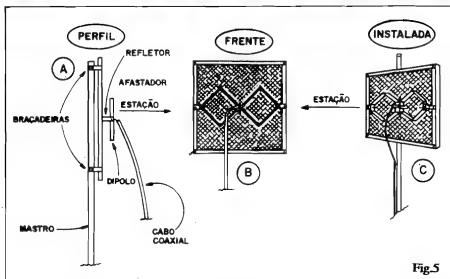

Fig. 5
- **FIG. 5** - Visualizações diversas da antena já montada. Em 5-A temos um **perfil** do conjunto (já inclusive, com o mastro de sustentação fixado às respectivas braseadeiras...). Observar a direção de captação da antena (seta "estação"). Em 5-B temos uma vista frontal da antena já formada, notando-se claramente a "centragem" da "borboleta" em relação ao quadro/refletor, atrás dela... Em 5-C temos uma perspectiva da antena instalada (novamente com a seta mostrando o sentido de captação da antena, ou direção da estação de TV-UHF que se deseja captar).
- A "borboleta" deve ficar na **horizontal** (e não "em pé"), conforme sugere as figs. 5 e 6. Se colocada em pé, ela trabalhará "contra" a polarização normal dos sinais de UHF, tendo como resultado uma grande queda no rendimento e sensibilidade da antena